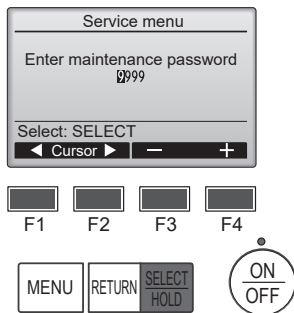

Fig. 7-2
- (1) Sélectionnez "Service" dans le menu général puis appuyez sur le bouton [SELECT/HOLD] (SÉLECTION/EN ATTENTE).
- (2) Lorsque le menu SAV est sélectionné, une fenêtre vous invitant à saisir le mot de passe apparaît. (Fig. 7-2)